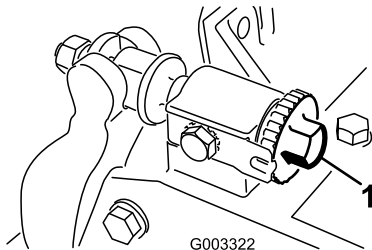

图23
1. 逆时针旋转底刀调节旋钮（图23），直至没有任何接触，可以松开滚刀与底刀的接触。